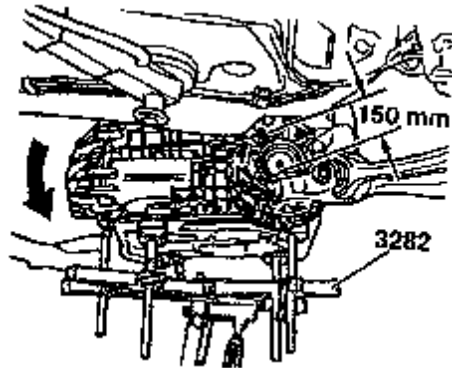

图 8-53 拆下变速箱
(31) 如图 8-53 所示，慢慢地按箭头方向将变速箱向内摆并且小心地将变速箱从支架和汽车底盘之间滑出。